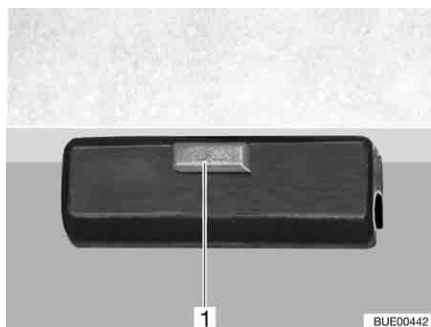

Bild 111 Lås
- Lossa låset (Bild 111,1) på bordsskivan.